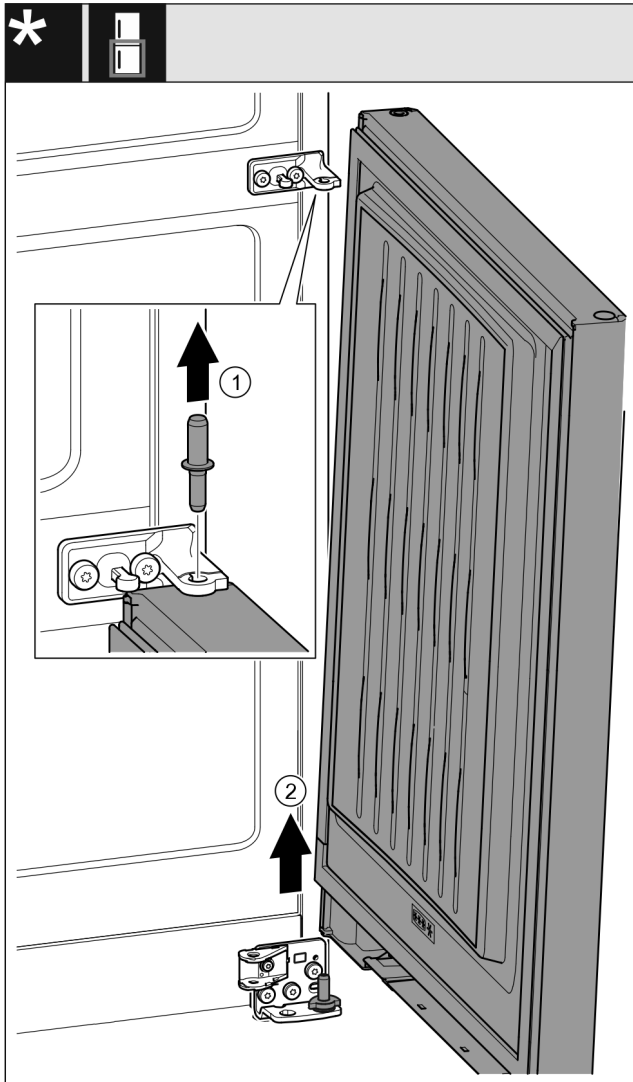

Fig. 23 \*
- ▶ Bouten vanaf de bovenkant eruit trekken. Fig. 23 (1)\*
- ▶ Deur naar buiten draaien, naar boven trekken en wegzetten. Fig. 23 (2)\*